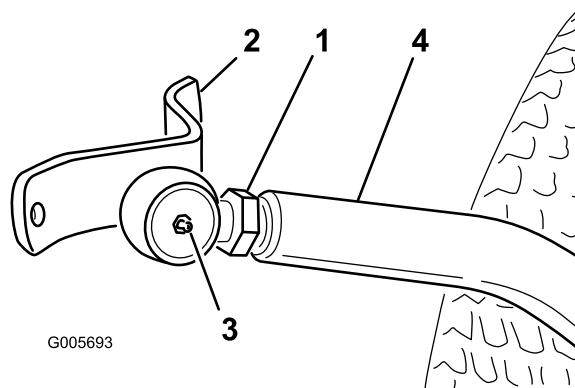

Figura 19
- Enrosque la articulación esférica sobre el brazo de empuje derecho hasta que el centro de la articulación esférica esté a 60 mm de la parte delantera del brazo de empuje (Figura 19). No apriete la contratuerca.